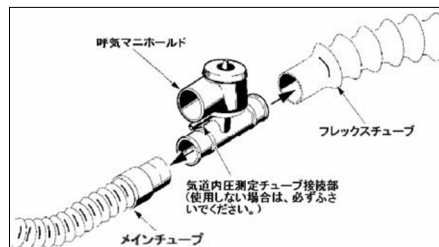
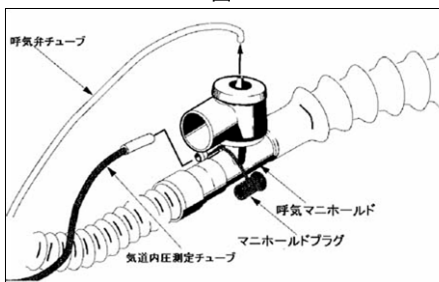

図 2
図 3
- メインチューブのもう一方の端とフレックスチューブの大きい方の端をそれぞれ呼吸マニホールドに接続する(図 2)。気道内圧測定チューブをマニホールドの気道内圧測定チューブ接続部に、呼吸弁チューブは、呼吸マニホールド上部のキャップに接続する(図 3)。